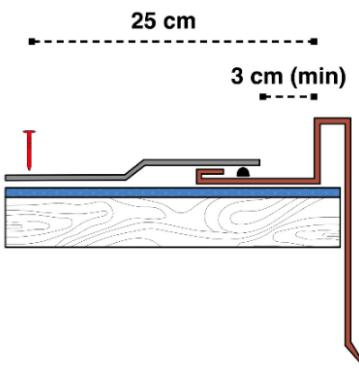

**Fig. 3 - Tracciatura della falda [cm]**
- Tracciare delle linee orizzontali e parallele a **x**, ad una distanza fra loro di 14,3 cm, fino ad arrivare al colmo - vedi Fig. 3.